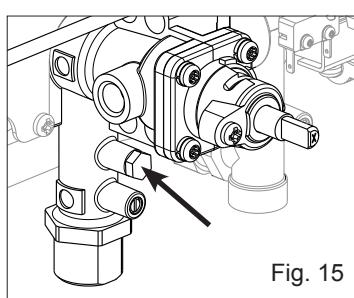

Fig. 15
- Rimuovere il tappo di protezione (fig. 15)